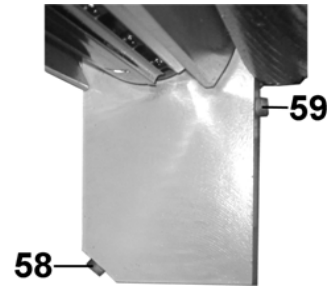

Рис.23
14.4. Своевременно проверяйте и, при необходимости, доливайте, выкрутив масляную пробку (59), трансмиссионное масло в редуктор автоматической подачи станка. Для слива масла выкрутите пробку (58), Рис.23.